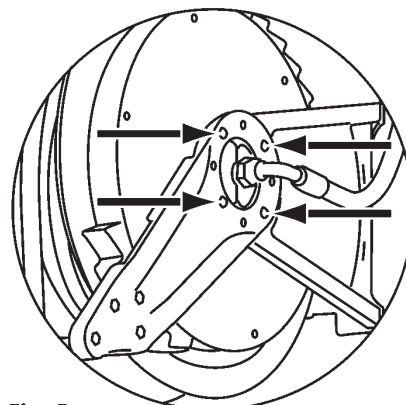

Fig. 5
3. Desserrez les vis sur la partie supérieure du bras (fig. 5).